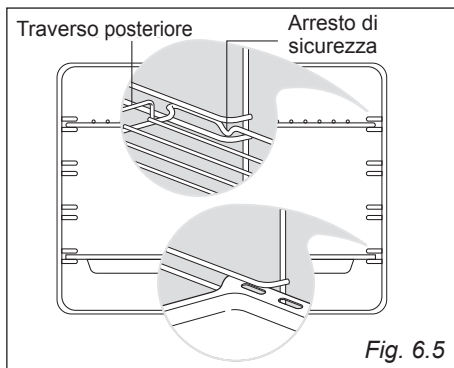

Fig. 6.5
- Infilare in mezzo alle guide dei telai laterali la griglia come in fig. 6.5.